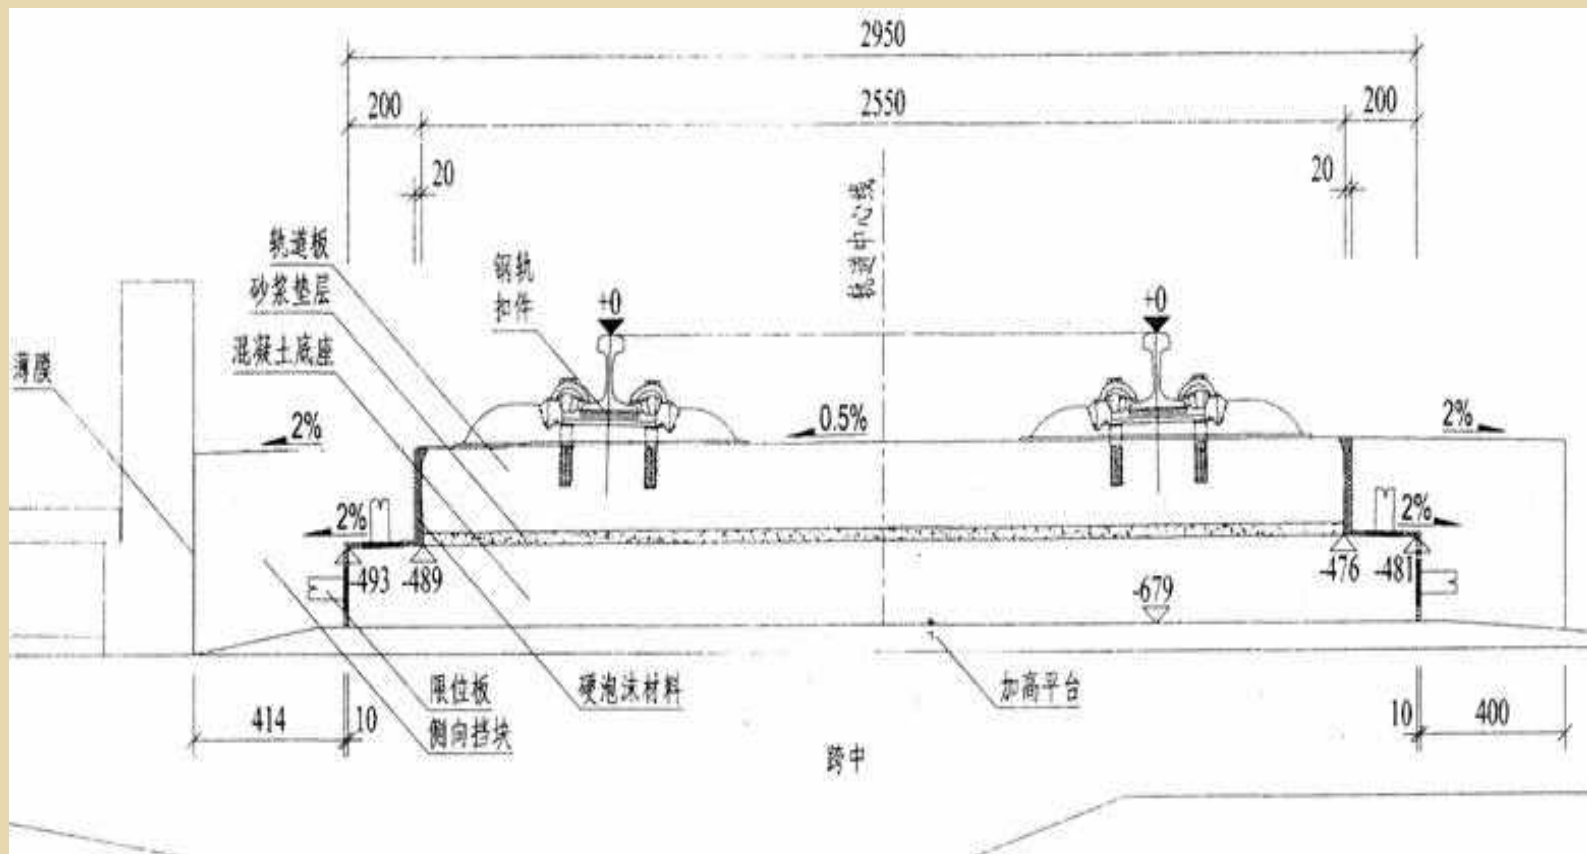

图1 桥梁上CRTS II型板式无砟轨道混凝土底座板施工工法
- 无砟轨道系统在桥上由四层组成：两布一膜滑动层、钢筋混凝土底座板、CA砂浆垫层和轨道板, 参见图1。